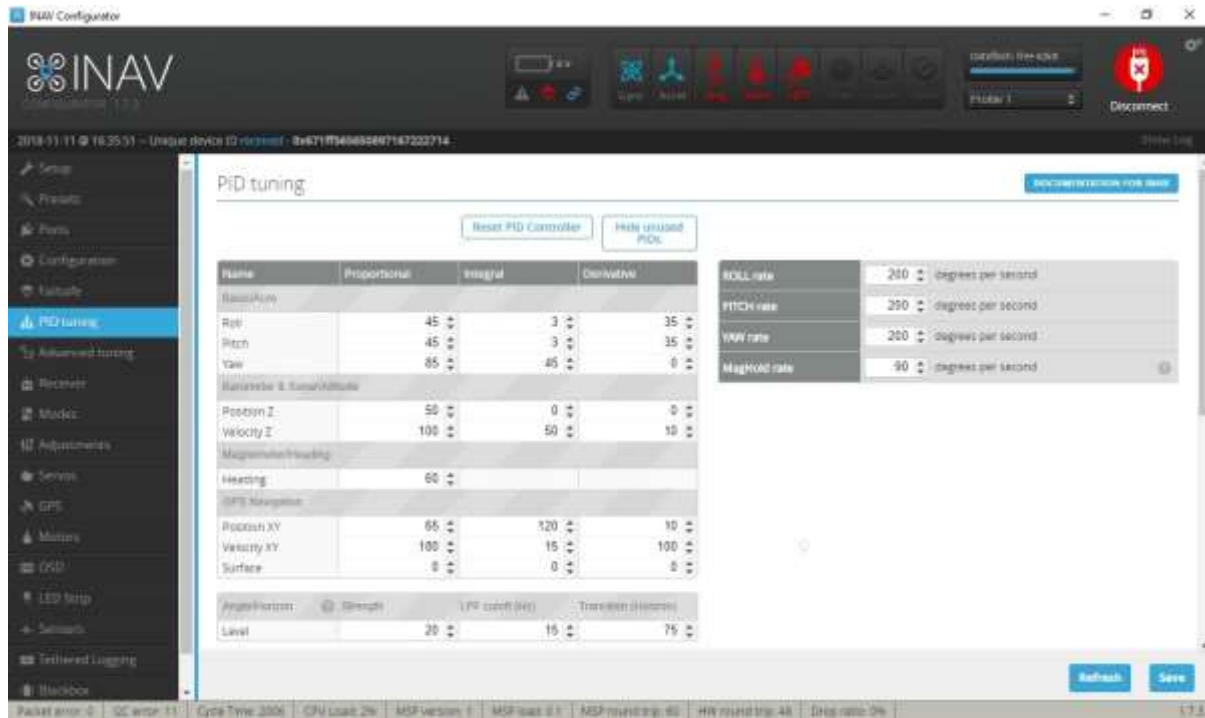

Рис. 8. Установка параметров PID регулятора
5. Виконується вхід у вкладку PID tuning і встановлюються PID відповідно до рис. 8. А у вкладці Advanced tuning і встановлюються параметри відповідно до джерела [8].